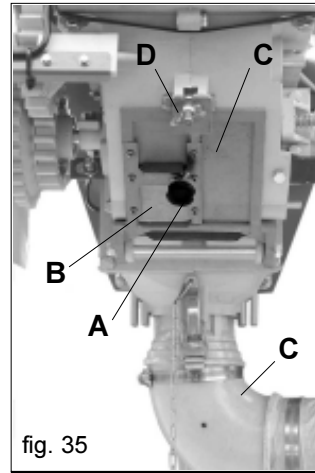
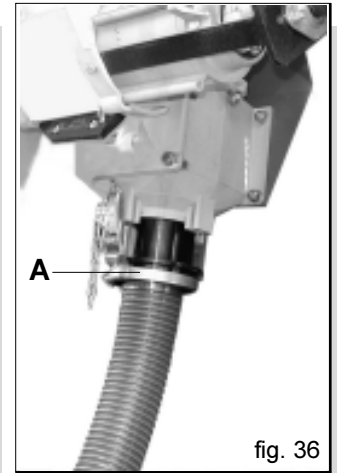

fig. 35
fig. 36
- a) apporre un sacco od un contenitore sotto la porta di scarico dell'apparecchio dosatore, quindi svitare il pomello (A Fig. 35) per scaricare dalla porticina (B) il contenuto della tramoggia. Infine aprire la porta di scarico (C Fig. 35) svitando il dado ad alette (D Fig. 35) per svuotare il rimanente contenuto del solo dosatore;
- b) Togliere la curva (C Fig. 35) posta sotto il canale dell'iniettore, innestare nella medesima posizione il tubo di raccolta fornito in dotazione (A Fig. 36) ed al capo opposto del tubo posizionare un contenitore di raccolta, girare la ruota di trasmissione nel senso di marcia servendosi della manovella.